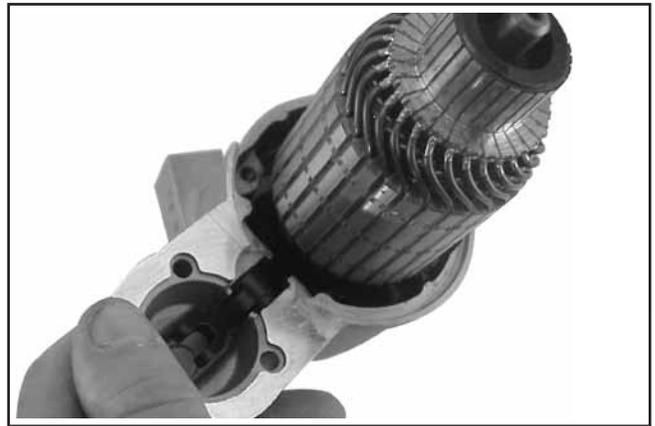

Figure 8-47. Installation de l'armature et du pivot du levier.
**REMARQUE :** Si l'installation est correcte, la section du pivot central du levier d'entraînement doit être au même niveau ou en dessous de la surface usinée du carter accueillant la rondelle de support. Voir la figure 8-47.